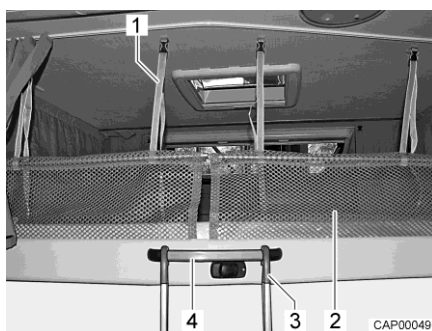

Bild 73 Stege och skyddsnät
- Haka fast stegen (Bild 73,3) med båda byglarna i handtaget (Bild 73,4) på den höjbara sängen.
Skyddsnäten (Bild 73,2) med fästremmarna befinner sig under madrassen. Skyddsnäten ska först monteras när personerna som ska sova där befinner sig på den höjbara sängen.
- Haka fast fästremmarna (Bild 73,1) i hållarna i taket.